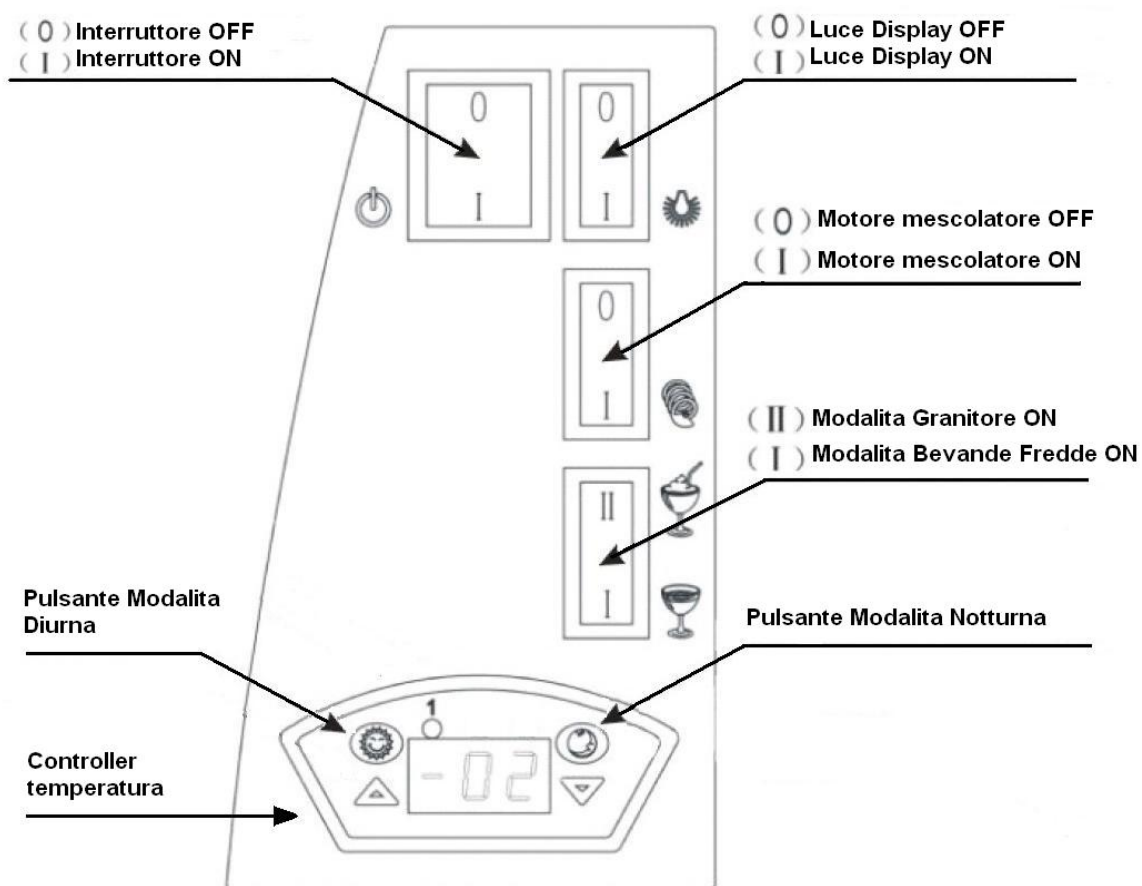

Fig. 1
1. Spegnerne l'interruttore principale (vedere la Fig. 1).
1. Accendere l'interruttore sul lato dell'erogatore (vedere la Fig 1).
2. Accendere il motore mescolatore portando l'interruttore sulla posizione Acceso (vedere la Fig. 1).
3. Impostare il controller sulla modalità di funzionamento diurna premendo  sul controller della temperatura (vedere la Fig. 1).
4. Assicurarsi che il selettore di modalità sia impostato su granitore  (vedere la Fig. 1).
4. Assicurarsi che il selettore di modalità sia impostato su bevanda fredda  (vedere la Fig. 1).
Per accendere/spegnere l'illuminazione del display LED, premere il pulsante  (vedere la Fig. 1).